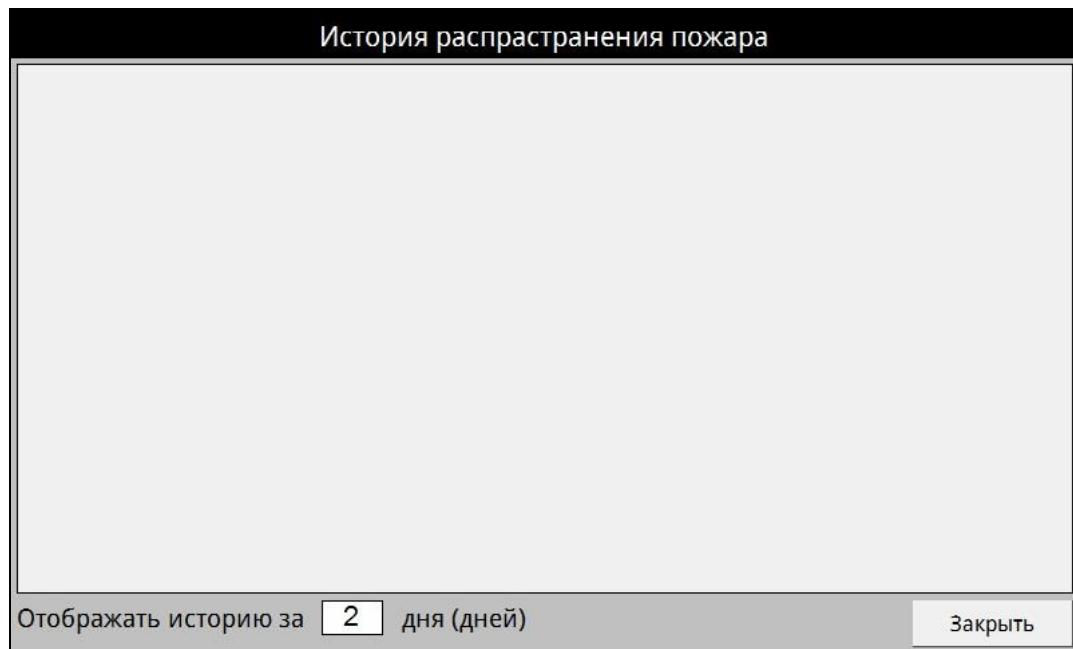

Рисунок 9.11 – Журнал распространения очага
9.10 При нажатии на кнопку «История неисправностей» откроется всплывающее окно (рисунок 9.11).